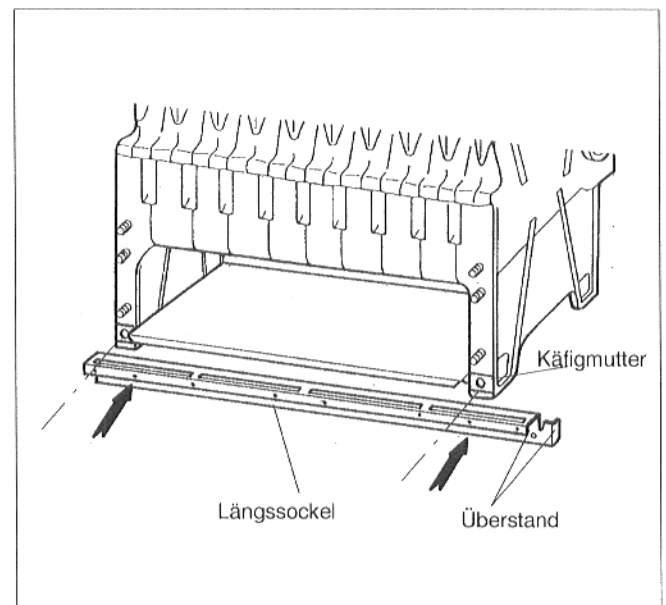

Abb. 21
- Käfigmuttern an den Füßen der vorderen und hinteren Endgliedern aufstecken. Längssockel * an den vorderen und hinteren Endgliedern locker mit Sechskantschrauben anschrauben (Abb. 21). Der Überstand* des Längssockel befindet sich auf der Vorderseite (wasserseitiger Anschluß).
- Reinigungsdeckel oberhalb des Brennerschildes auf die Gußkante einhängen und an den Stiftschrauben anschrauben (links u. rechts ,Abb.21).